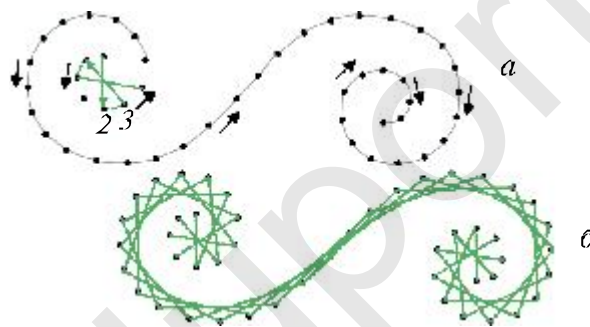

Рис. 38. Спиральский способ: а – подготовка эскиза к работе; б – основной процесс
**Спиралевидный метод.** При этом методе рабочий процесс начинается с поворотной точки. Длина вышивки выбирается между точками 1–2 и 3–4. Спираль до последней точки наполняется постоянным движением в одном направлении (рис. 38).